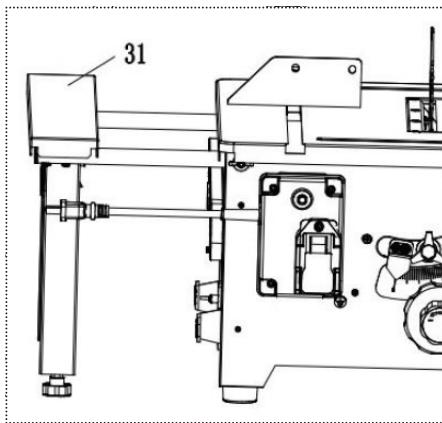

Рис. 11
31. Удлинитель рабочей поверхности (рис. 11)
Вставьте два направляющих стержня на удлинительной пластине (31) в два отверстия сбоку на корпусе и зафиксируйте направляющие стержни (рис. 11).